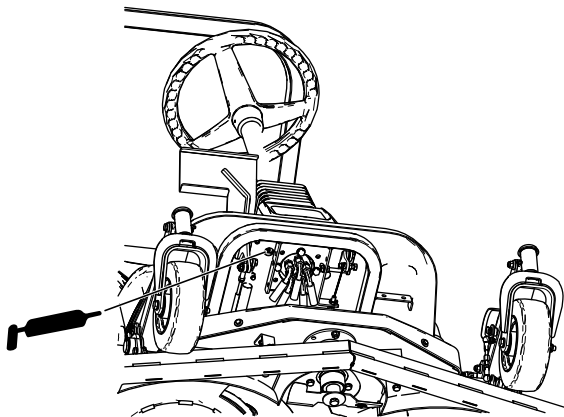

Bild 39
- Fahrpedal-Drehbüchse (Bild 39)